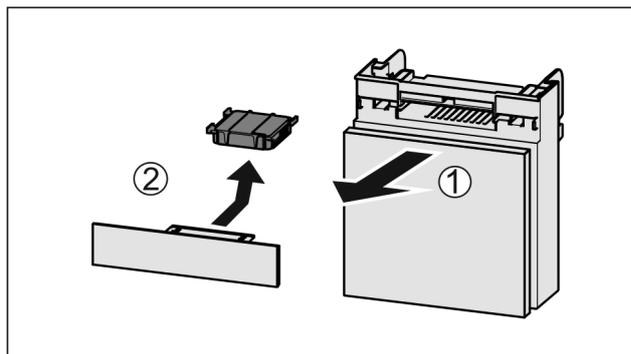

Fig. 55
- Extraire le compartiment par l'avant Fig. 55 (1).
- Sortir le filtre à charbon actif Fig. 55 (2).